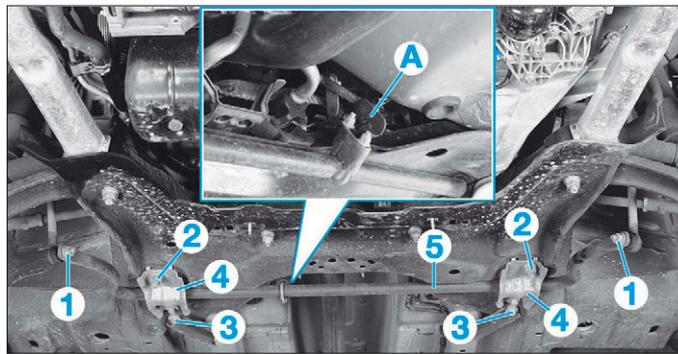

FIG. 15
- Désaccoupler la biellette du capteur de hauteur en (A) (Fig.15) (si équipé).
- les écrous (1).
- les écrous (2),
- les vis (3),
- les brides (4),
- la barre stabilisatrice (5).